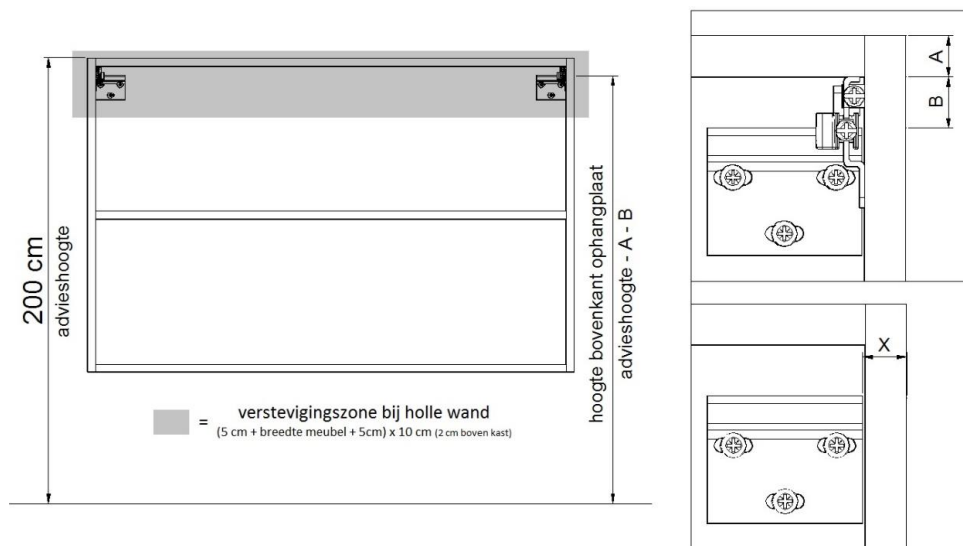

Fig. 7
1. Tracez sur le mur la hauteur conseillée exacte (200 cm) de l'armoire de toilette à l'aide d'un niveau d'eau. Tracez aussi la largeur de l'armoire de toilette (Fig. 7).